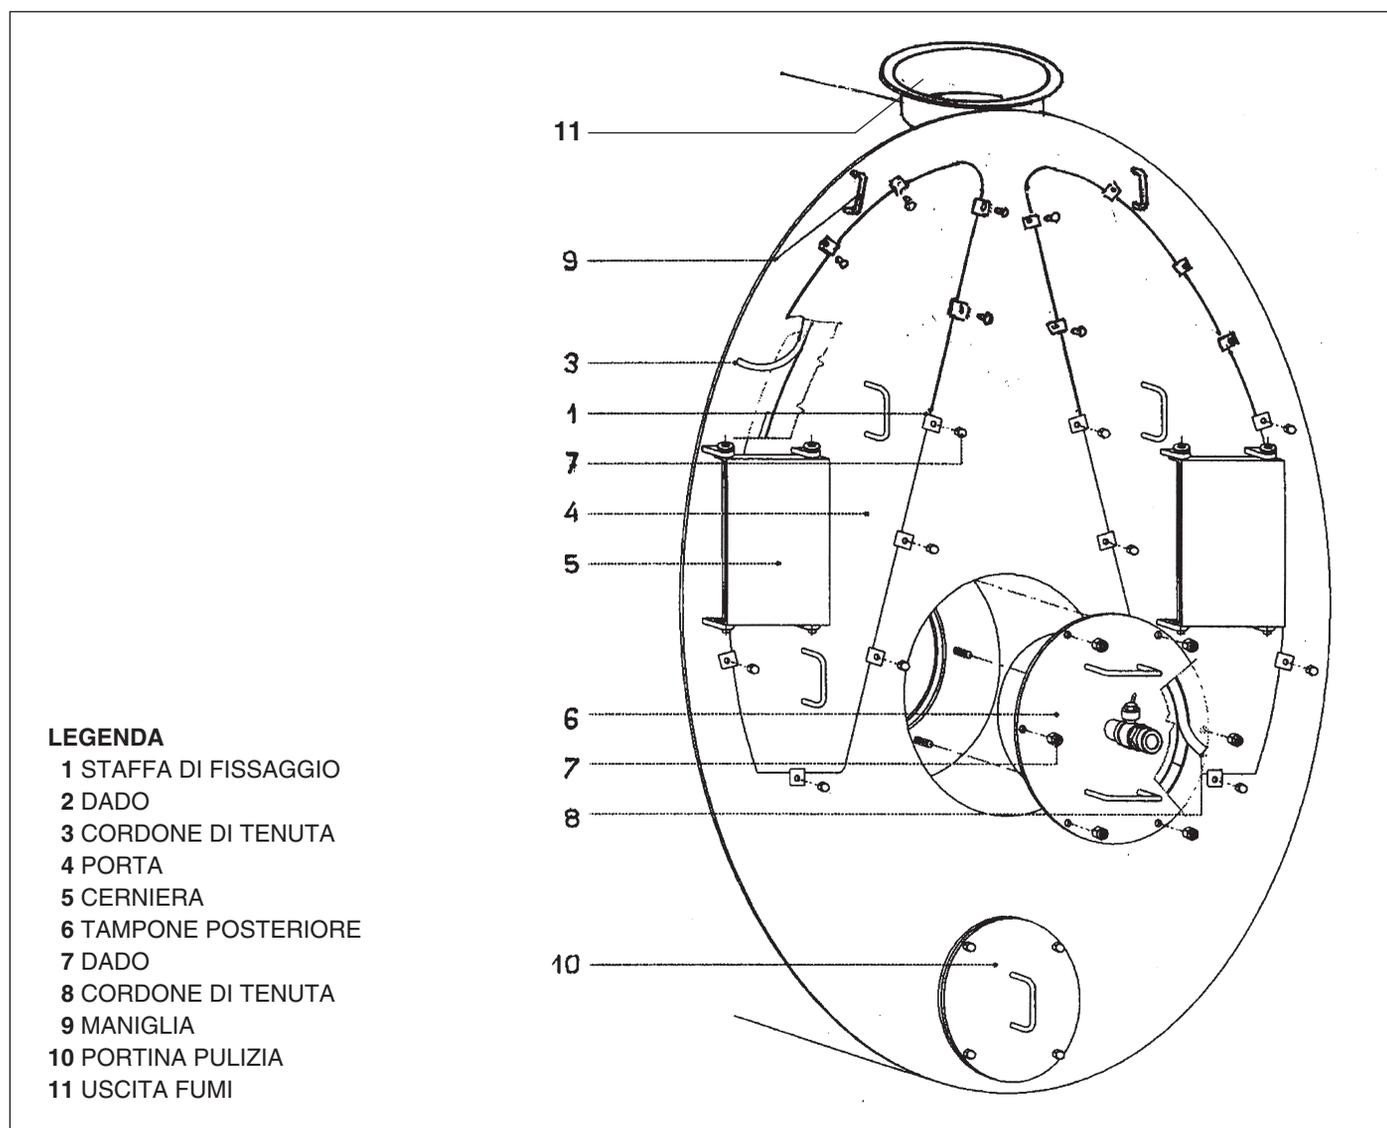

Fig. 5
**FERROLI****CASSA FUMI POSTERIORE** (fig. 5)
**TAMPONE DI ACCESSO AL FOCOLARE** (fig. 5 pos. 6)